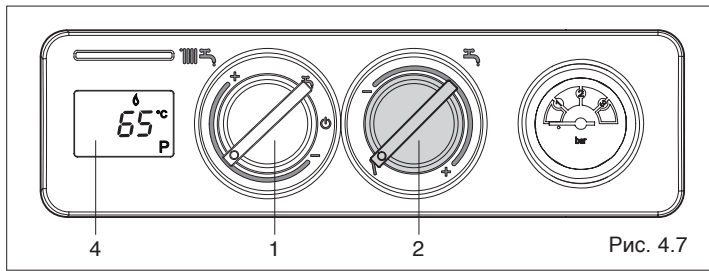

Рис. 4.7
- **Режим газоанализа:** при повороте ручки регулирования температуры горячей воды (2, Рис. 4.7) на символ  активируется функция газоанализа, на дисплее (4, Рис. 4.7) загорится символ **P**. При повороте переключателя режимов работы (1, Рис. 4.7) на максимум (конец шкалы – символ +), горелка перейдёт на максимальную мощность, включится циркуляционный насос системы отопления, а котёл (если он был погашен) разожжётся и будет работать 10 минут. При повороте переключателя режимов работы на минимум (конец шкалы – символ -), горелка перейдёт на минимальную мощность. По истечении заданного времени система выключится. Для того чтобы возобновить нормальную работу, или прервать данную функцию, снова установите ручку (2, Рис. 4.7) на нужное значение температуры.